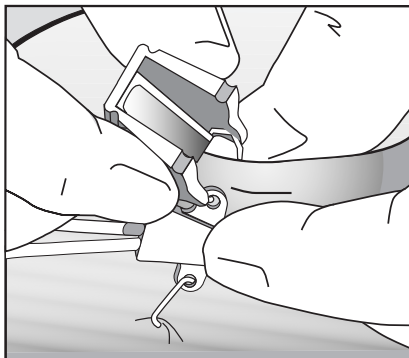

Figura 1
2. Pase la punta de la grapa por el orificio del cono de sutura del catéter (consulte la figura 1).